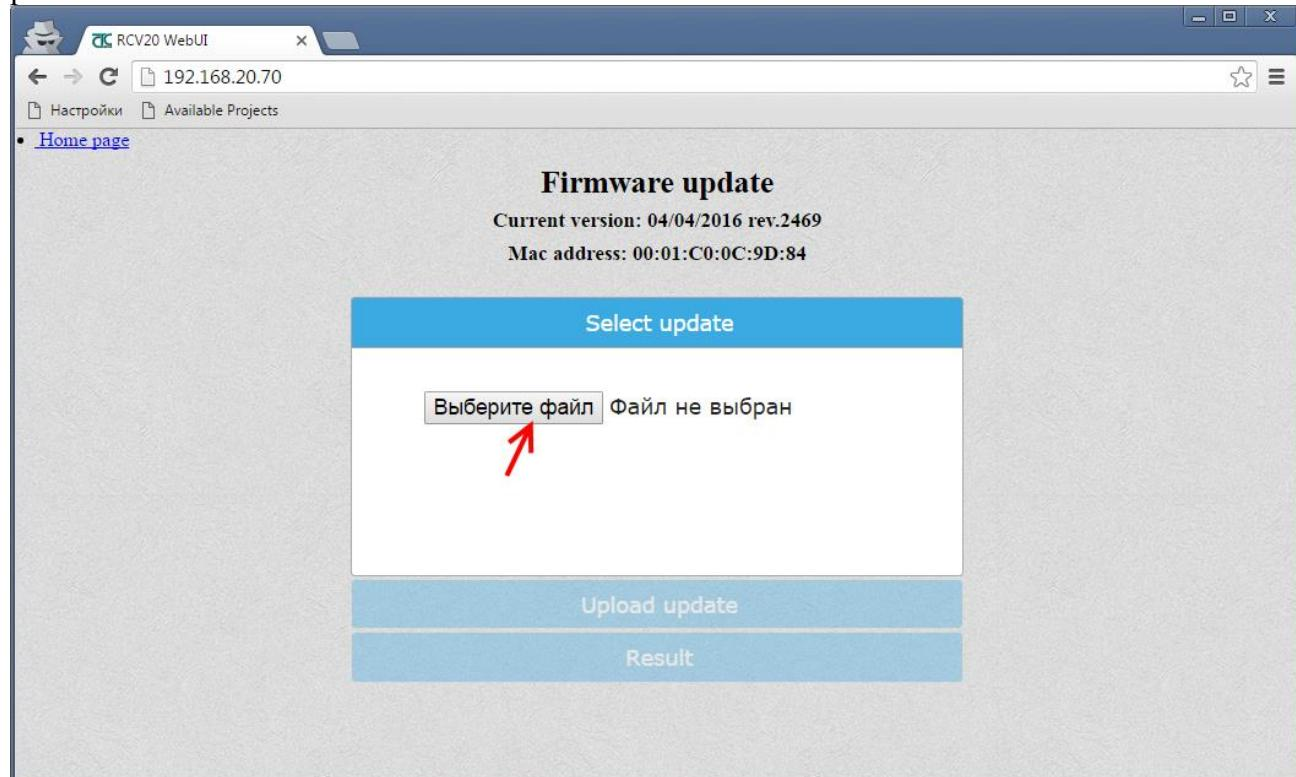

Рисунок 8.28 – Страница «Firmware Update»
8.10.4.4 На странице «Firmware Update» – нажать кнопку «Выберите файл» и указать полученный от производителя файл обновления в формате «rcv20.ctci» – см. рис. 8.28.